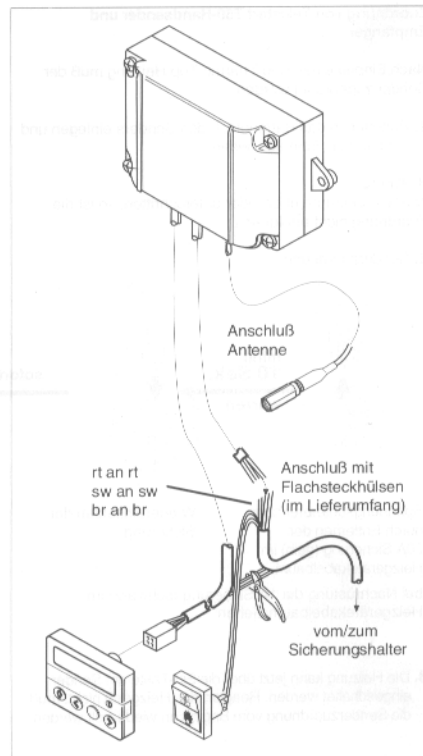

Bild 16: Anschluß Empfänger T60
- Leitung sw, rt und br (dünne Leitung) durchtrennen. Das abgeschnittene Ende mit Stecker aussondern (siehe Bild 16).